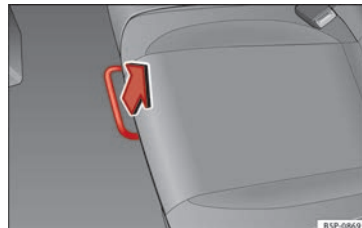

Bild 79 Lås upp stängeln på baksätet
- Frigör spaken i pilens riktning när du sitter i sätet » bild 79.